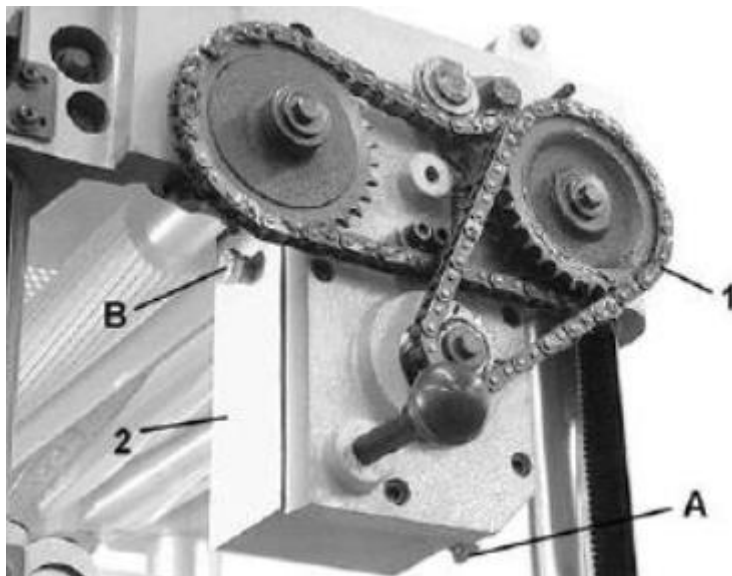

Рис. 35 Смазка коробки скоростей
1. Открутить сливную пробку (А, см. Рис. 35) с помощью гаечного ключа на 14 мм и снять крышку заливной горловины (В, см. Рис. 35). Слить отработанное масло.
2. Затянуть сливную пробку (А, см. Рис. 35).
3. Залить через отверстие новое масло (В, см. Рис. 35).
4. Затянуть крышку заливной горловины (В, см. Рис. 35).